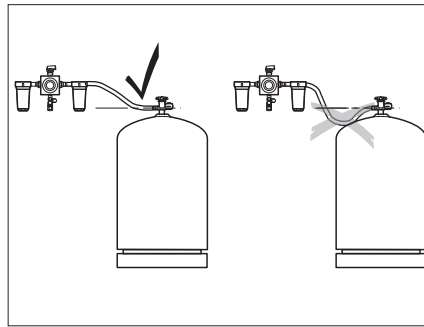

Fig. 72 Disposition des flexibles à haute pression
- ▷ Lors de la pose des flexibles à haute pression, veiller à ce que les flexibles soient en montée continue (Figure 72)!